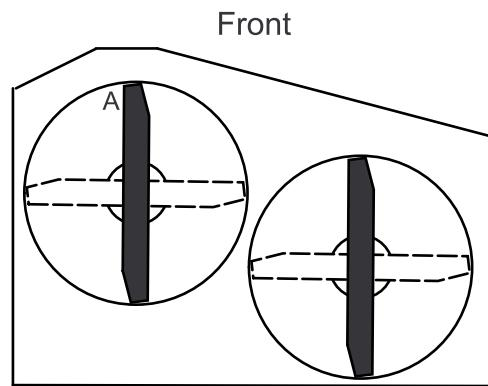

Figura 71
3. Con la máquina ubicada en una superficie nivelada, coloque una cuchilla en posición longitudinal. Mida en la posición A desde una superficie nivelada hasta el filo de corte de los extremos de la cuchilla (Figura 70). Para carcasa de corte de 36 pulgadas, consulte la Figura 71.